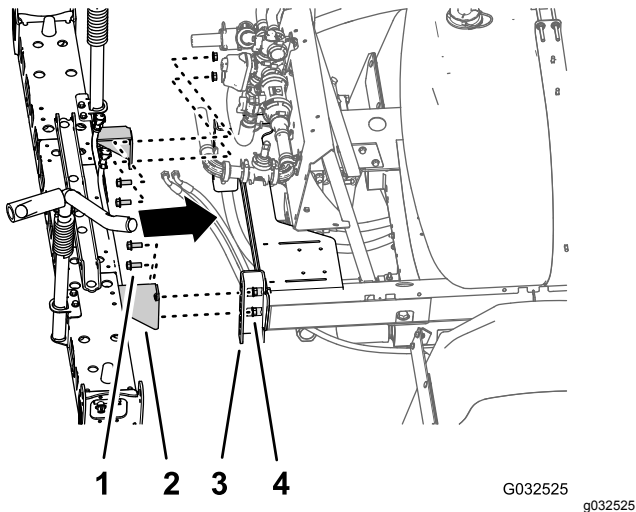

Figure 85
1. Avec un matériel de levage de la capacité spécifiée, élevez la section de rampe centrale et alignez les trous dans le support associé à la section de rampe et les troisième et sixième trous dans le profilé de montage du cadre de pulvérisateur (Figure 85).
2. Fixez la section de rampe centrale sur les profilés de montage (Figure 85) à l'aide des 4 boulons à embase (1/2 x 1-1/4") et des 4 contre-écrous à embase (1/2") que vous avez retirés à l'opération 4 de Dépose de la section de rampe centrale (page 33).